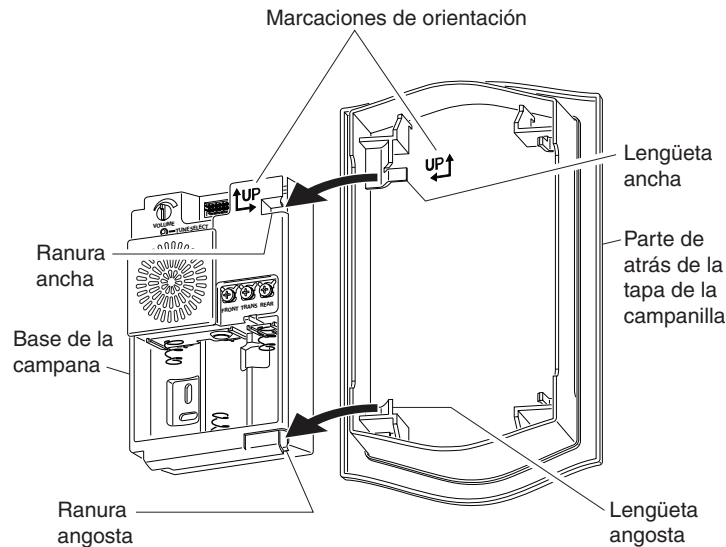

Figura 10
1. Alinee la lengüeta ancha de la tapa con la ranura ancha de la base y la lengüeta angosta de la tapa con la ranura angosta de la base (vea la Figura 10).
2. Inserte las lengüetas en las ranuras y gire la tapa sobre la base (vea la Figura 10). La tapa se cerrará a presión en su sitio y debe quedar a ras con la pared cuando está correctamente instalada.